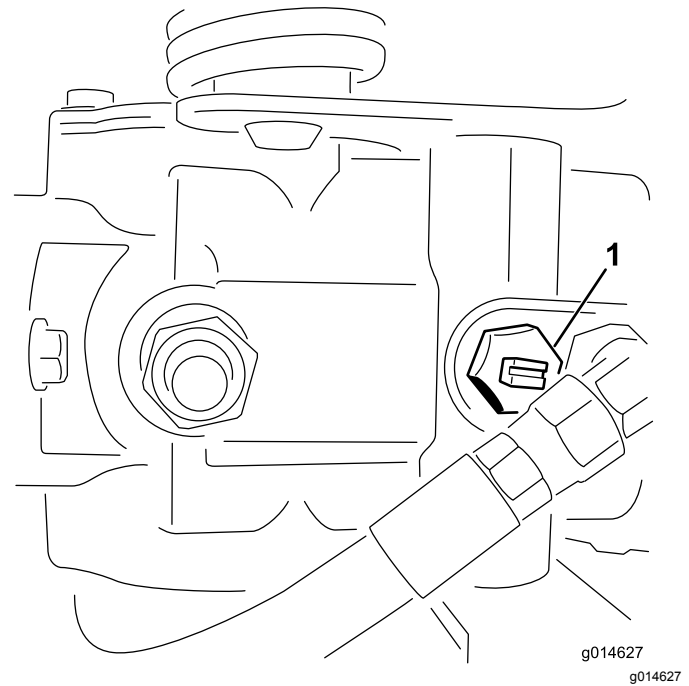

図 40
1. 油圧ポンプについているバイパスバルブ 図 40 の溝が「縦」になるようにバルブを回転させる。
2. エンジンを始動する時には、必ずバイパスバルブ 図 40 を閉じる溝が横向きになる。バルブを開けたままでエンジンを掛けないこと。